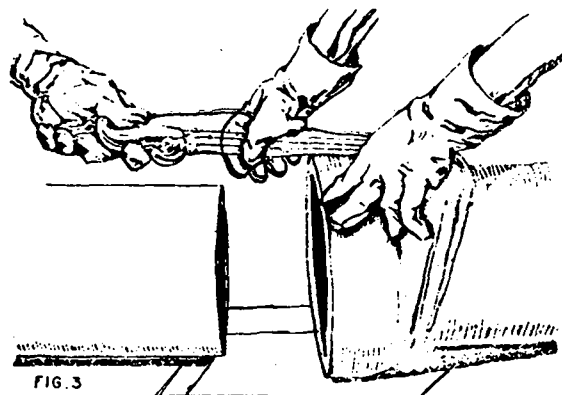

FIG. 3
3.º Passo – Prenda o cabo ou a corrente na bolsa (fig. 3).